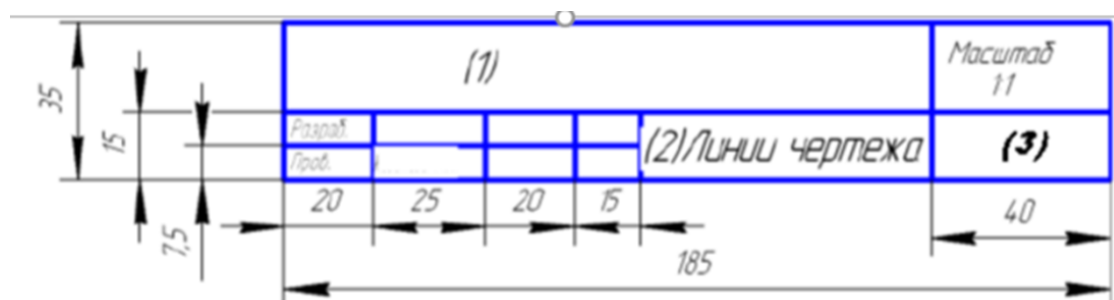

Рисунок 1- Упрощенная основная надпись
1. Нанести тонкими линиями на листе формата А4 рамку согласно ГОСТ 2.301 - 68 и упрощенную основную надпись (смотри рисунок 1).